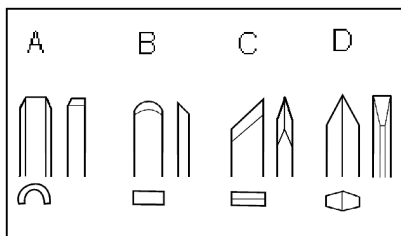
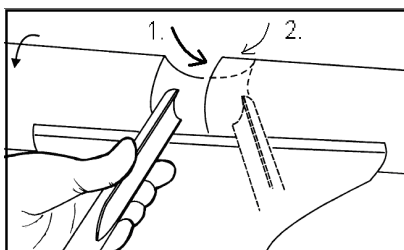
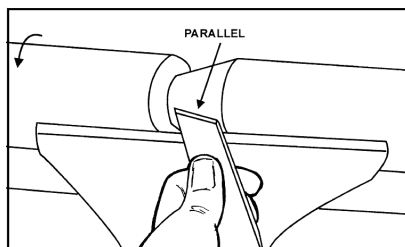

Fig. 6
Fig. 7
Fig. 8
**Le gouge (A, Fig. 6).** Outil le plus important, il sert au dégrossissage, au creusage des bols et assiettes et au tournage de rétrécissements (Fig.7).
**Racloir (B, Fig. 6).** Sert au calibrage intérieur et extérieur et à l'élimination des stries d'usinage.
**Biseau (C, Fig. 6).** Sert au tournage de rainures en V, au calibrage extérieur et au tournage à contre fil. Tenir le tranchant parallèlement au sens de la coupe (Fig. 8).
**Piquet (D, Fig. 6).** Sert au travail direct dans la pièce d'œuvre, par ex. pour détalonner et pour délimiter. Il peut aussi servir de racloir.